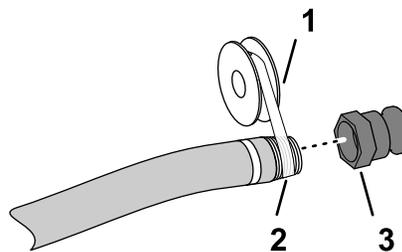

Figura 4
5. Aplique vedante de roscado PTFE (**Figura 4**) nos roscados do encaixe do tubo de enchimento (NPT, 1 pol.).
6. Enrosque o acoplamento de desligamento rápido no tubo de enchimento e aperte-o bem à mão (**Figura 4**).